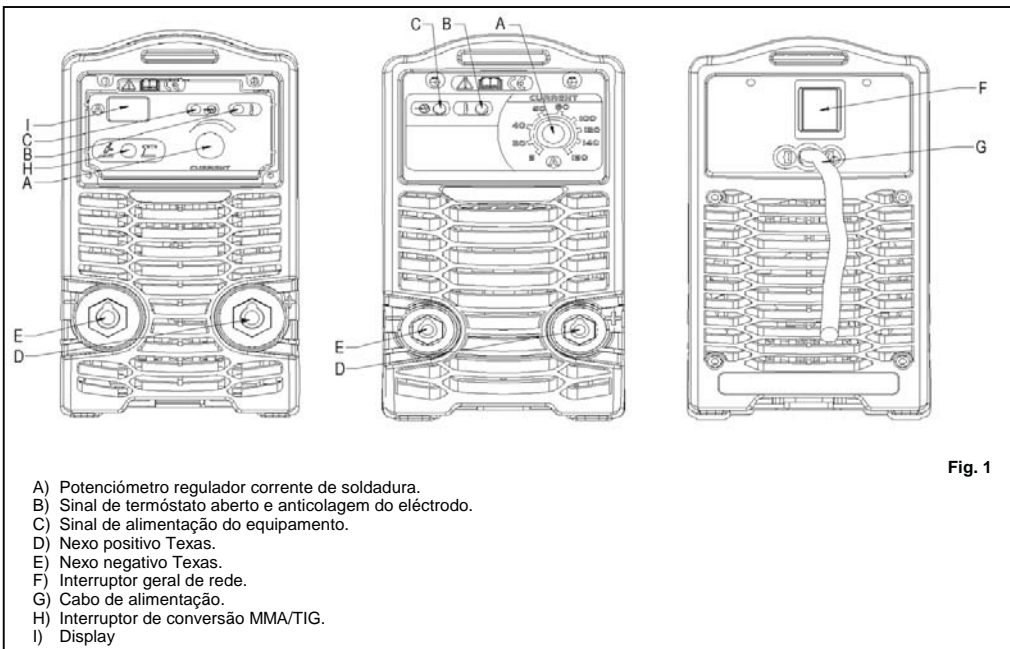

Fig. 1
Neste caso (visor do bloco B fig. 1 aceso) e necessário esperar alguns minutos para a restituição do aparelho.
- Certificar-se que o interruptor F (fig.1) esteja na posição O ou que a ficha do cabo de alimentação não esteja na tomada de alimentação, depois ligar os cabos de soldadura respeitando a polaridade exigida pelo construtor dos eléctrodos que sejam utilizados.
- Acender a maquina F (fig. 1).